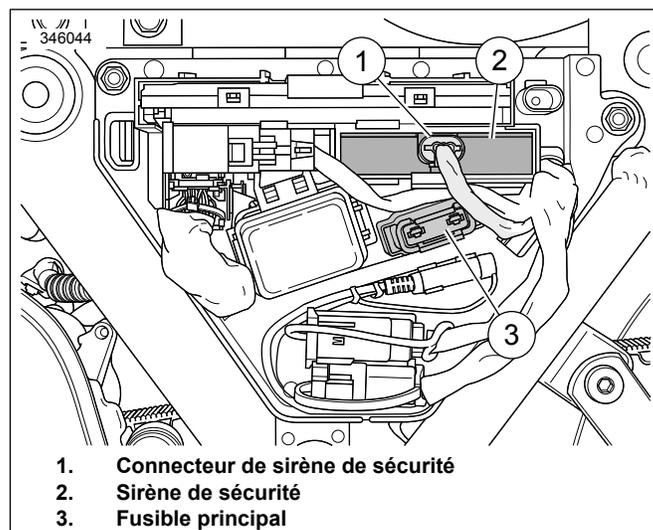

Figure 19. Touring et Trike 2014 et ultérieurs
4. Figure 19 Retirez le fusible principal (3).
5. Installer la sirène de sécurité (2).
6. Connecter le connecteur de sécurité de la sirène (1).
7. Installez le fusible principal (3).